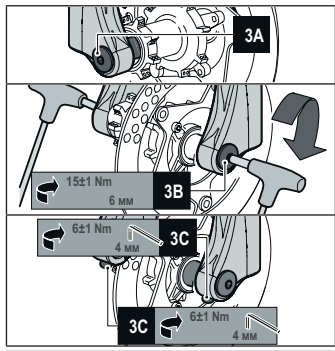

Рис. 3
- Установите колесо таким образом, чтобы ось совпадала с крепежами вилки (См. 3А Рисунок 3).
- Вставьте ось с правой стороны сквозь крепеж вилки, втулку колеса и закрепите специальным болтом слева. (См. 3А Рисунок 3).
- Затяните болты оси усилием 15±1 Nm, используя шестиграннык 6 мм. (См. 3В Рисунок 3).
мм с усилием 6 ± 1 Nm (См.3С Рисунок 3).